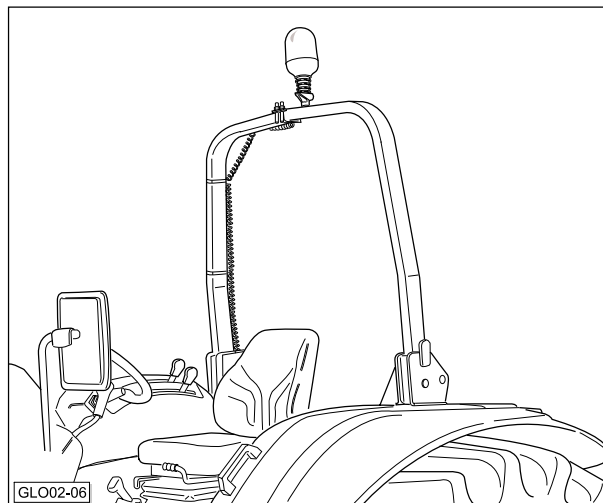

Fig. 2-6
- Sikkerhedsbøjlen skal altid monteres i beskyttelsesstillingen (fig. 2-6). Det anbefales at montere sikkerhedssele som foreskrevet i den gældende nationale lovgivning.